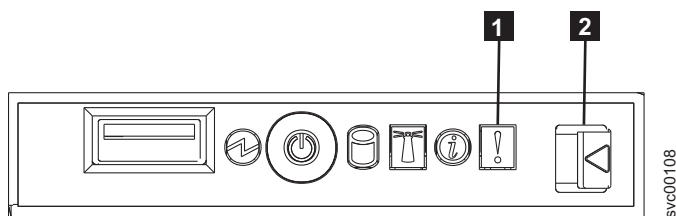

図 91. SAN ボリューム・コントローラー 2145-8F4 オペレーター情報パネル
1. SAN ボリューム・コントローラー 2145-8F2 または SAN ボリューム・コントローラー 2145-8F4 オペレーター情報パネル 上のエラー LED (図 91 を参照) が点灯または明滅していますか?